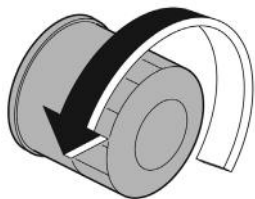

Рис. 49 Замена масляного фильтра F9.9FWS и F20AFWS
5. Поместите под масляный фильтр двигателя кусок чистой сухой ветоши (только для F9.9FWS и F20AFWS) и открутите масляный фильтр против часовой стрелки (Рис. 49).